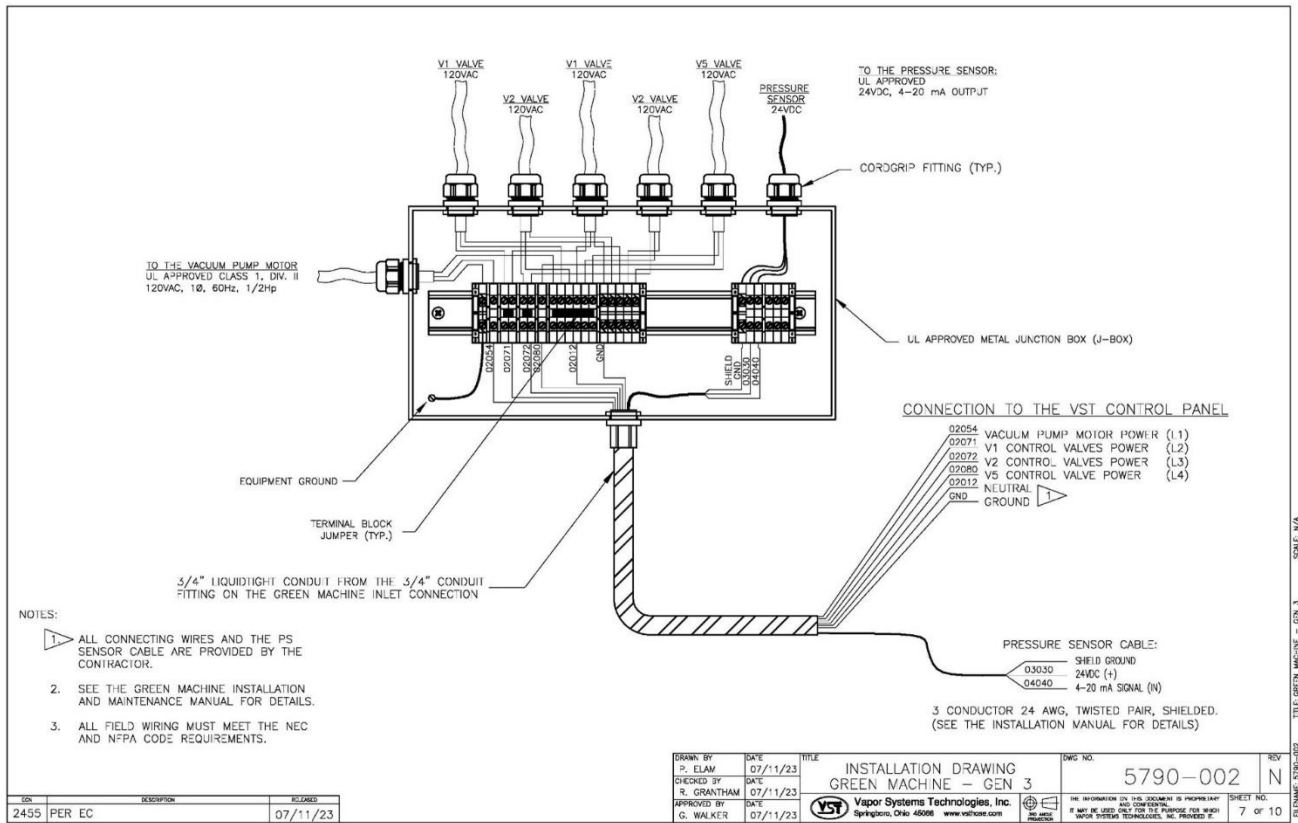

Figura 9-5: Cableado del sensor de presión dentro de la caja de conexiones internal
- **Vea la Figura 9-5 y 9-6.**
6. Desconecte los tres cables del sensor de presión del bloque de terminales que se encuentra dentro de la caja de conexiones internas. **Vea la Figura 9-5.**
2. Conecte los cables del sensor de presión a los bloques de terminales que se encuentran dentro de la caja de conexiones internas. **Vea la Figura 9-5.**